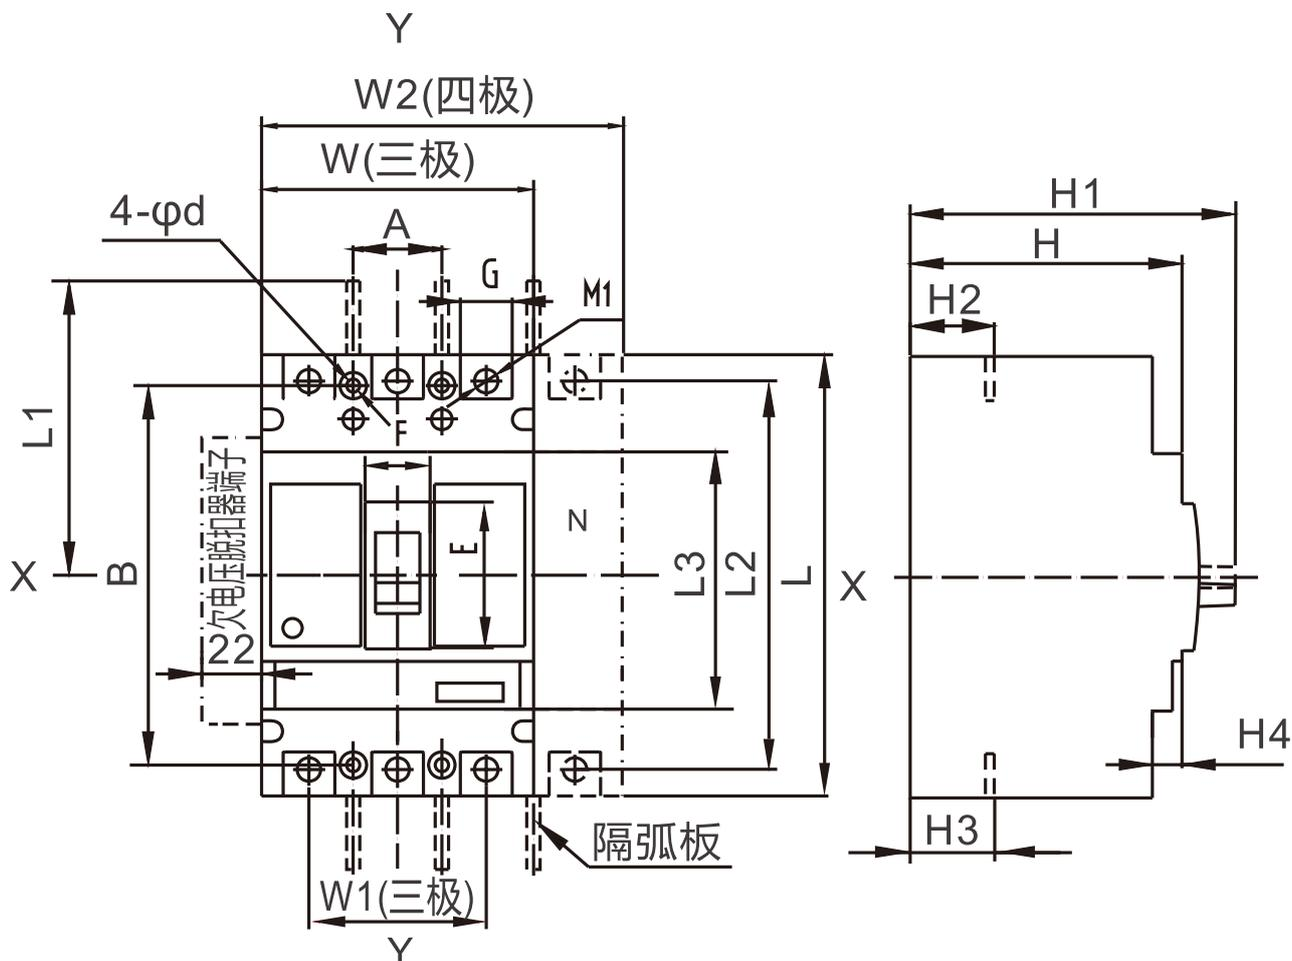

图11 固定式板前接线
(1) 板前接线外形尺寸见图11和表9(X-X、Y-Y为三极断路器中心)